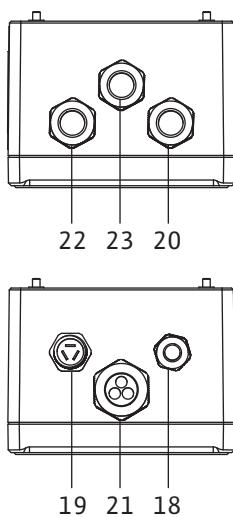

Fig. 20: Kabeleinführungen
2. Die Verschraubung 19 (Fig. 20) am Regelgerät lösen.